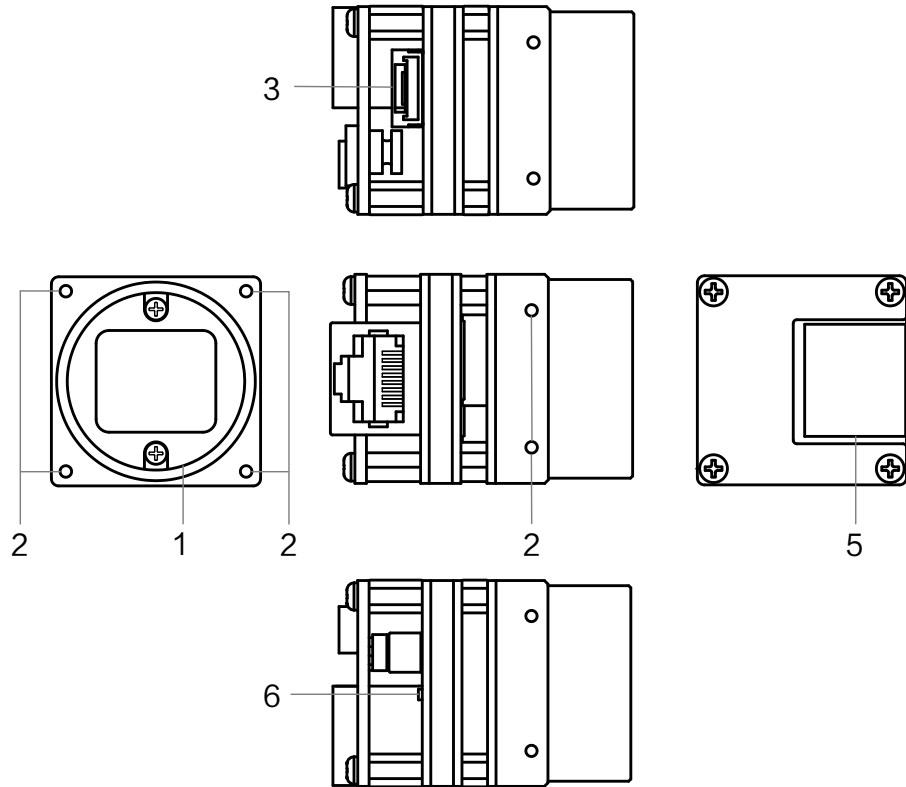

图1-1 C 口前盖, RJ45 网口相机外观
- 图 1-1 为 C 口前盖，RJ45 网口结构的相机外观。